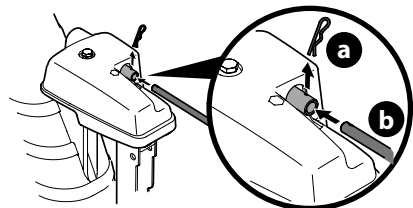

Figura 11
5. Retire el broche de horquilla (a) de la parte posterior del cabezal de control del canal (Figura 11).
6. Inserte la varilla de control del canal (b) en la parte posterior del cabezal de control del canal (Figura 11) y fije con el broche de horquilla (a) que extrajo en el Paso 5.